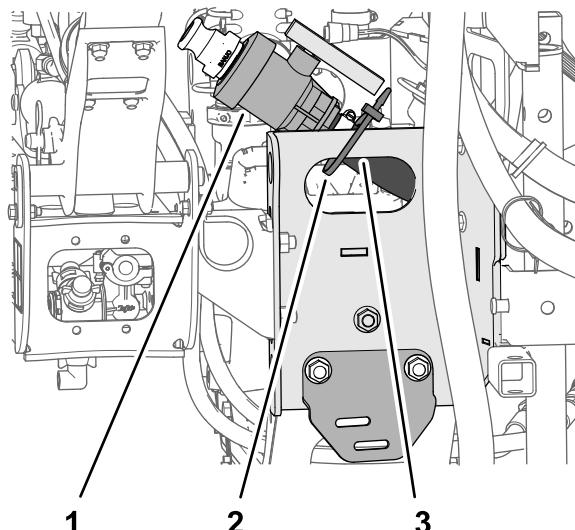

Figura 13
1. Retire la brida que sujetla la válvula y la manguera de vaciado del depósito del fumigador al canal del patín (Figura 13).